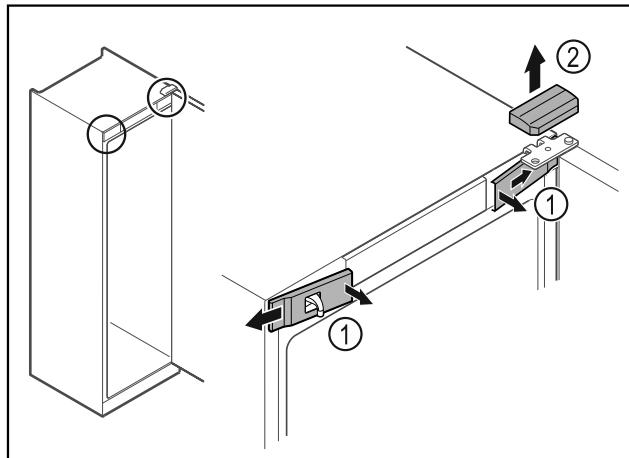

Fig. 14
- Desencaje las cubiertas frontales Fig. 14 (1) en el interior y retírelas hacia un lado.
- Retire la cubierta superior Fig. 14 (2) hacia arriba.